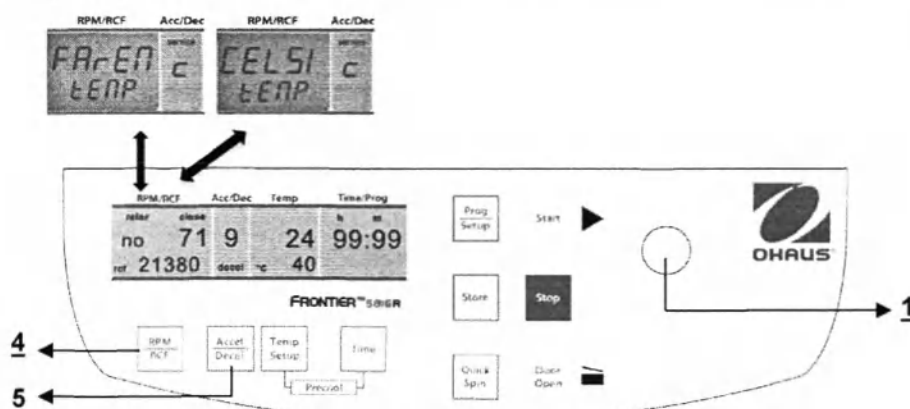

Рис. 31
Для входа в данный режим программирования выполните действия, описанные в пункте 4.1.1, после чего нажмите кнопку **«Accel/Decel»** (5). На дисплее **«Acc/Dec»** (A-2) высветится надпись **«Service»**. С помощью кнопки регулировки (1) выберите букву **«C»**. На дисплее **«RPM | RCF»** (A-1) высветится надпись **«CELSI/temp»**. Нажмите кнопку **«RPM | RCF»** (4), подождите пока загорится надпись **«CELSI»**. Затем поменяйте единицу измерения на Фаренгейт **«FAREN»** с помощью кнопки регулировки (1) (см. рис. 31). После сохранения настроек (см. п. 4.1.1) можно вернуться в обычный режим программирования, выключив центрифугу на некоторое время.